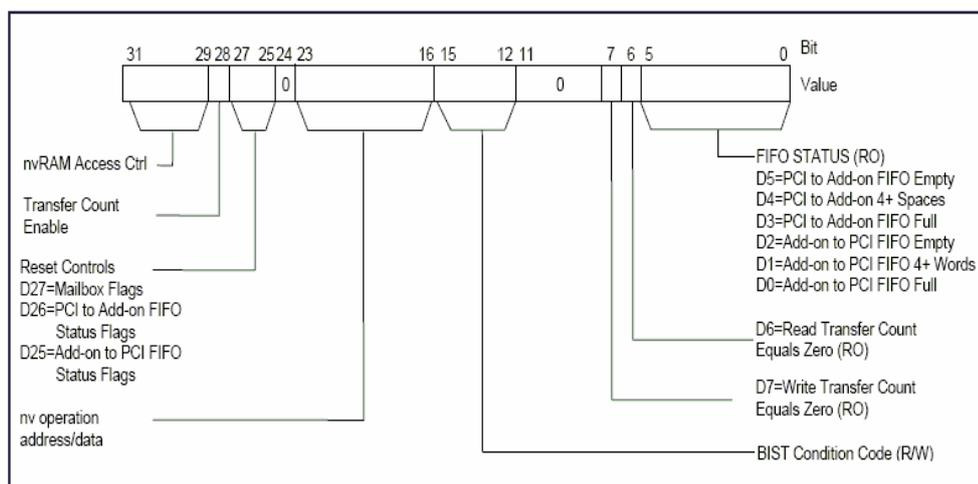

图 25 Add-On general CONTROL/STATUS REGISTER (AGCSTS)
8) Add-On 一般控制/状态寄存器 AGCSTS, 此寄存器的上电值为 000000F4h。此寄存器的结构如下图 25。